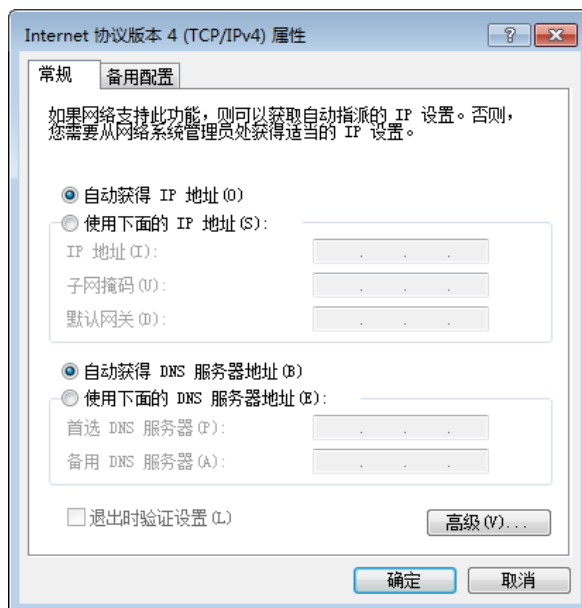

图2-1 本地网卡配置
1. 依次打开 PC 上的“控制面板” > “网络和 Internet” > “网络和共享中心” > “更改适配器配置”，选择对应的网口，将网口配置成自动获取 IP 地址或静态 IP，如图 2-1 所示。确保 PC 与读码器在同一个局域网。